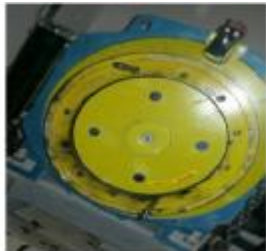

图 79 拆除曳引轮螺栓
1. 用 M12 的内六角把曳引轮上所有螺栓拧下（共 6 颗）（P36 图 79），(若有)先将盘车齿圈拆掉；